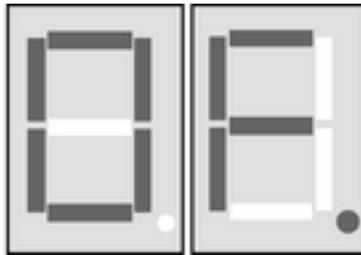

Figura 7: Indicatore OF – „Overflow“
- i** Interruzione procedura: Premere entrambi i tasti ▲ e ▼ (12), finché il punto decimale destro sull'indicatore non scompare.
- i** Se tutti i 100 posti di memoria sono occupati, l'indicatore segnala **OF** (figura 7).